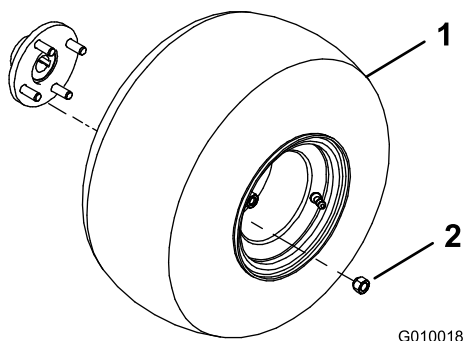

Figura 3
2. Monte un conjunto de rueda en el cubo de cada rueda trasera (Figura 3).
3. Instale las tuercas de las ruedas (Figura 3) y apriételas a 61–75 N m.